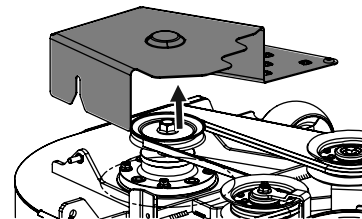

Figure 54
3. Retirez le couvercle des courroies du plateau. Voir Figure 54.